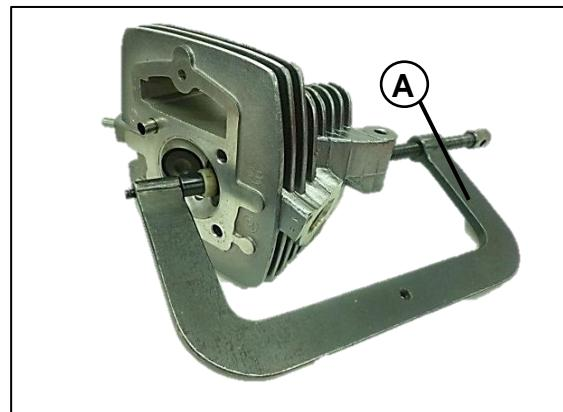

Fig. 19
Desmonte las válvulas utilizando la herramienta especializada (presa en C) (A). Desmontamos las válvulas **Fig. 19**